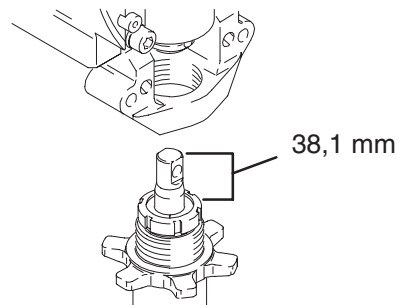

Fig. 15
1. Fig. 15. Sortir la tige de piston de 38,1 mm. Visser la pompe jusqu'à ce que les trous de la tige transversale et de la tige de piston soient l'un en face de l'autre.